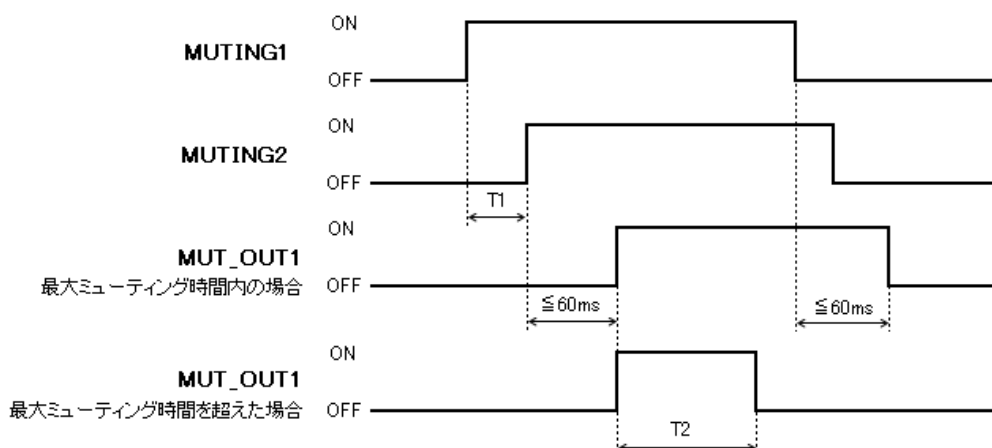

図3-20 ミューティングシーケンス
- b) ミューティング入力信号ミューティング 1 (MUTING1)、ミューティング 2 (MUTING2) を設定した入力順序で、設定した入力時間差以内に ON に切り替えた場合。但し、入力時間差が 0 の場合は除く。(図 3-20 参照)
- ミューティング状態が、設定した最大ミューティング時間 T2 (図 3-20) を超えた場合。
ミューティングのシーケンスを図 3-20 に示します。